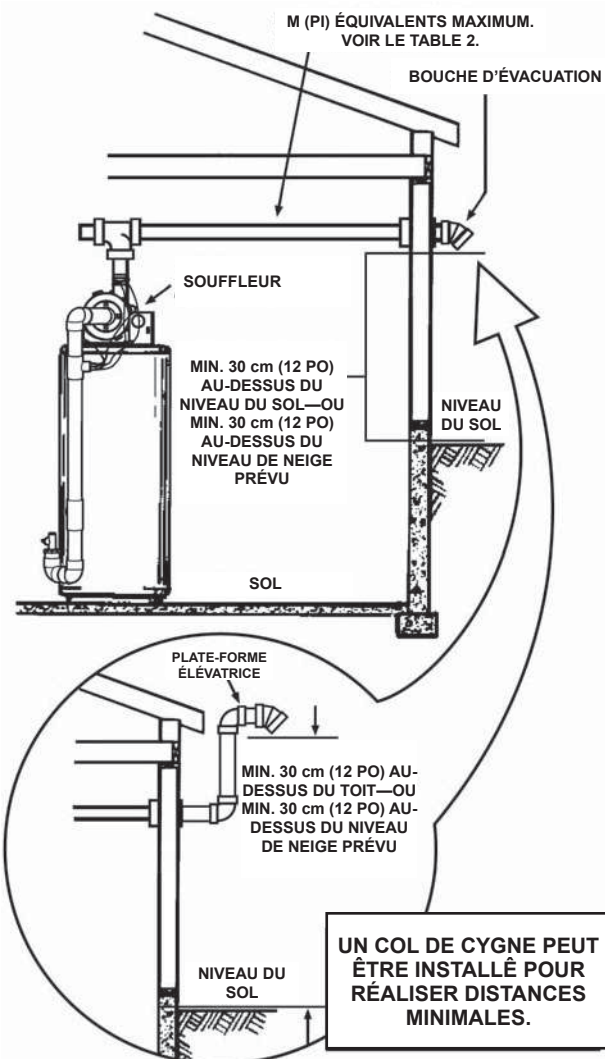
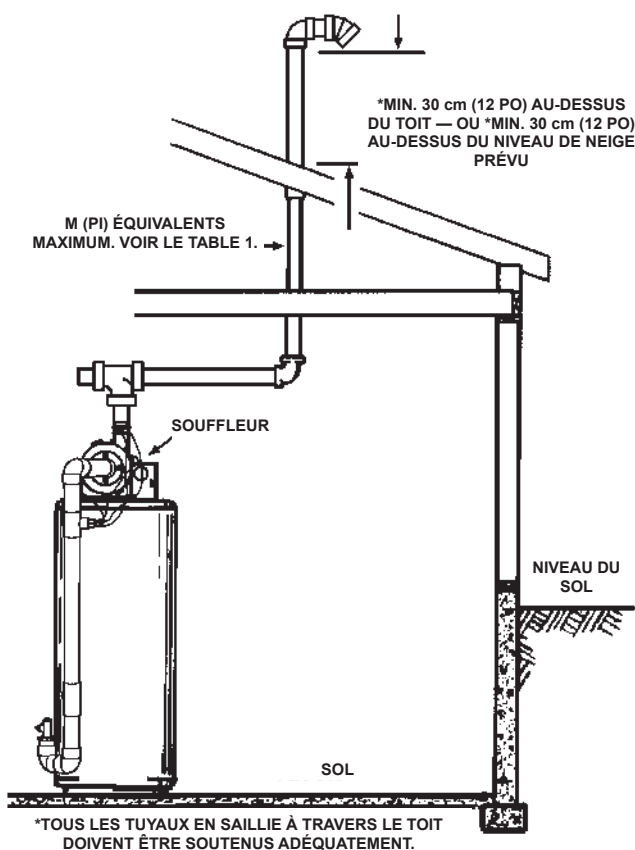

Figure 19. Dégagements pour la neige d'une évacuation murale
Figure 20. Pose d'une évacuation à travers le toit
**Remarque :** Certaines installations présentent des condensats qui se forment dans les parties horizontales du système d'évacuation. Ce condensat s'écoulera jusqu'au manchon de condensat attaché au souffleur et hors du raccord. Le chauffe-eau est livré avec un tuyau de condensat qui s'attache au raccord sur le manchon de condensat. Aucun autre té ou raccord de tuyauterie n'est requis. Voir *Figure 17* (page 21), *Figure 19* (page 22) et *Figure 20* (page 23).
La première étape consiste à déterminer où doit déboucher le tuyau d'évacuation. Voir *Figure 26* (page 27), *Figure 19* (page 22) et *Figure 20* (page 23). L'évacuation peut déboucher à travers un mur, comme à la *Figure 19* (page 22), ou à travers le toit, comme à la *Figure 20* (page 23).
Le cas échéant, pour obtenir le dégagement minimal de 30 cm (12 po) au-dessus du plus haut niveau de neige prévu, poser un col de cygne comme illustré au bas de la Figure 20.
**Remarque :** La bouche d'évacuation doit être d'un minimum de 30 cm (12 po) au-dessus du toit ou 30 cm (12 po) au-dessus du niveau de neige prévu pour empêcher l'obstruction de la bouche d'évacuation, comme illustré à la Figure 19 et la Figure 20 (page 22).